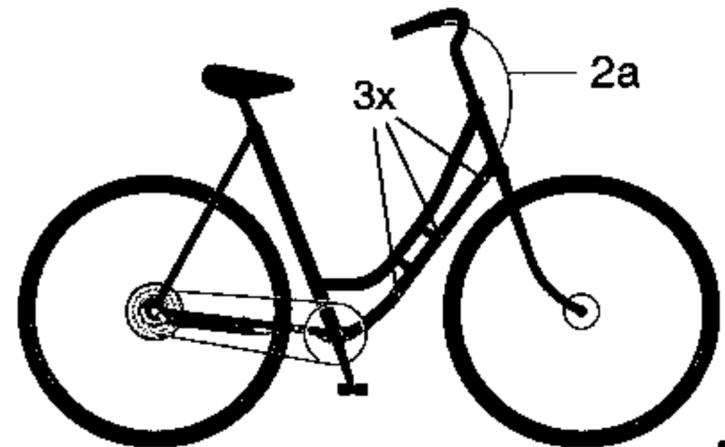

Bild 23
- Befestigung 3x am Unterrohr, (Bild 23)